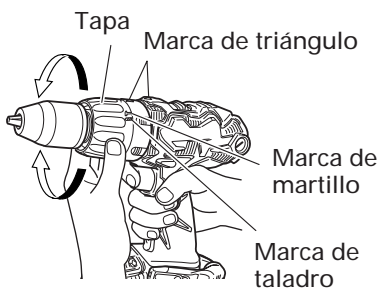

Fig. 21
9. Confirmar la posición de la cubierta <DV18DL> (Ver la Fig. 21)
- (2) Indicación del par de apriete (Consulte la Fig. 21 y 23)
- (3) Ajuste del par de apriete (Consulte la Fig. 21 y 23)